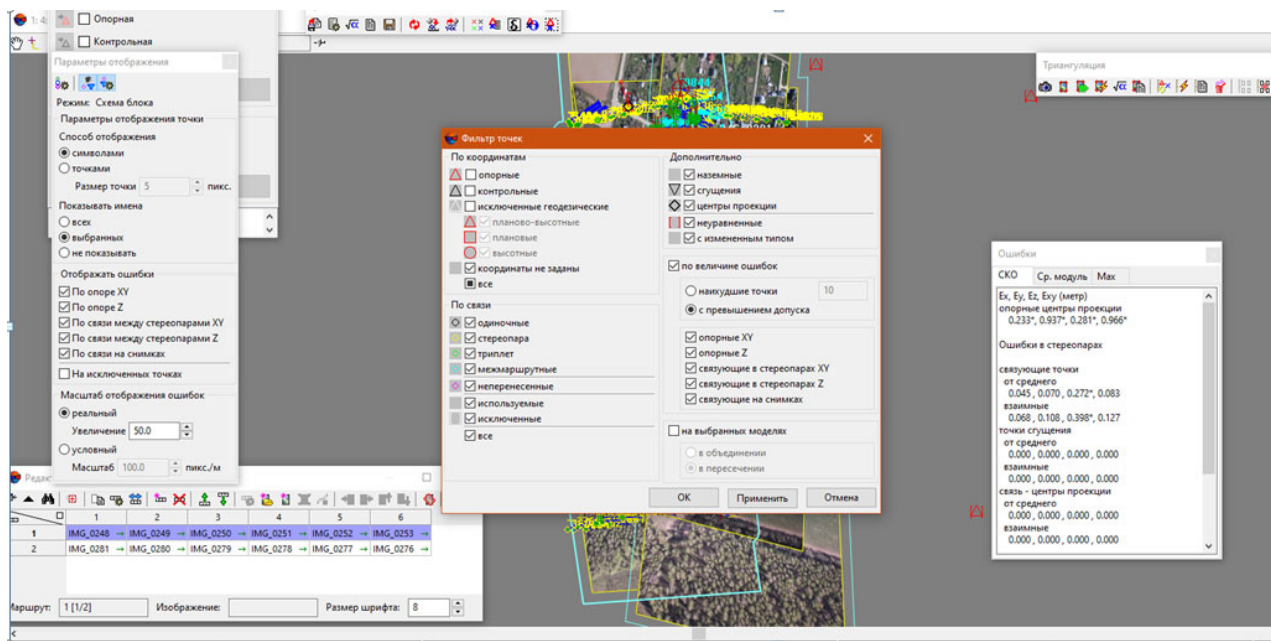

Рис. 35. Окно *Фильтр точек*
– задать параметры в окне *Фильтр точек*, как на рис. 35;